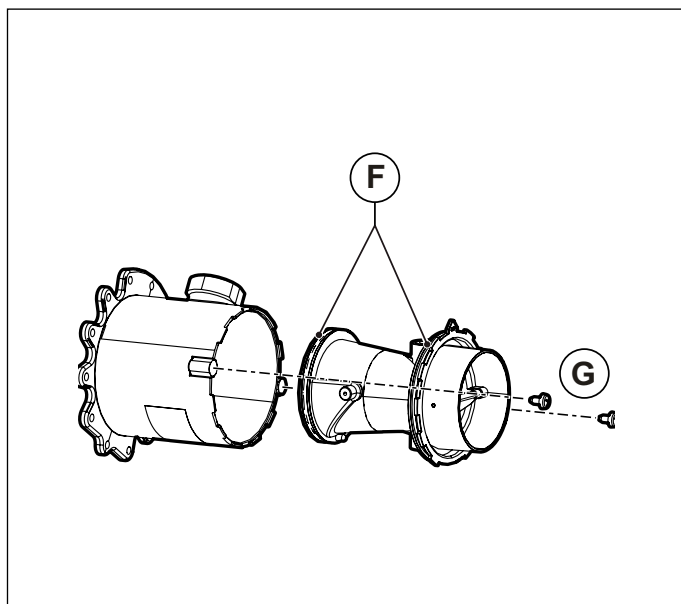

Рис. 36 Пластмасовий корпус змішувача
- Відкрутіть два гвинт **G** та вийміть пластиковий корпус змішувального вузла **G** (дивись Рис. 36 Пластмасовий корпус змішувача).
- Пригвинтите пластиковий корпус у змішувач за допомогою **G** фіксуючих гвинтів. Слідкуйте за тим, щоб не пошкодити **F** кільцеві ущільнювачі і здійснювати збірку у вказаному напрямі (див. Рис. 36 Пластмасовий корпус змішувача та Рис. 37 Розташування для мотажу).